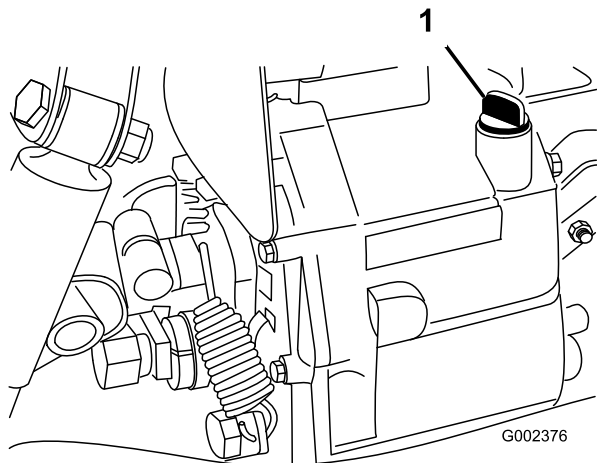

Рисунок 68
4. Очистите область вокруг отверстия для масломерного щупа (Рисунок 68).